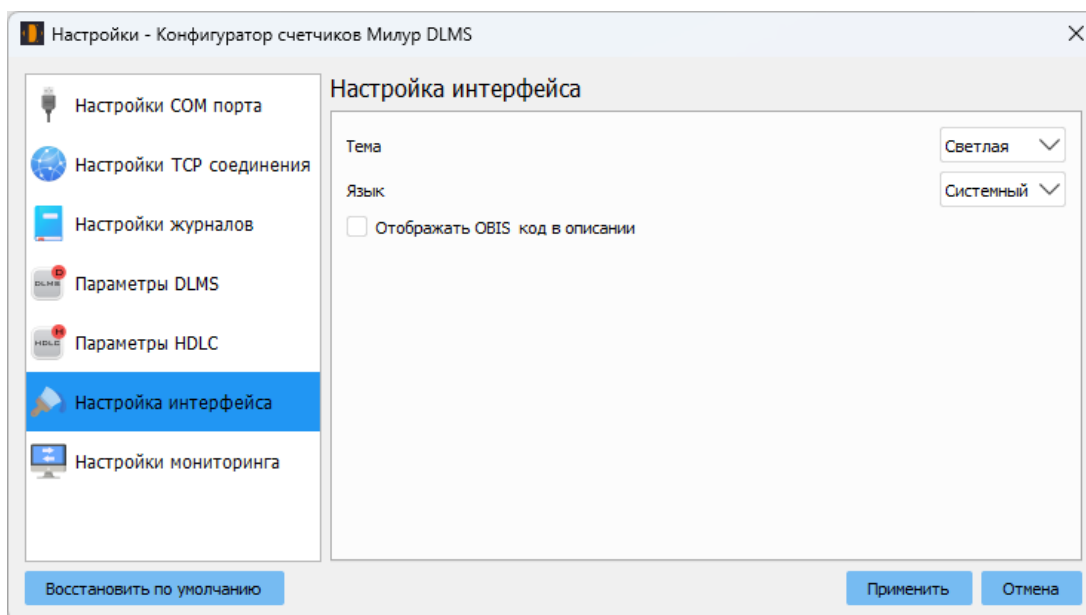

Рисунок 8
4.2.6 «Файл» → «Настройки» → «Настройка интерфейса» (рисунок 8).